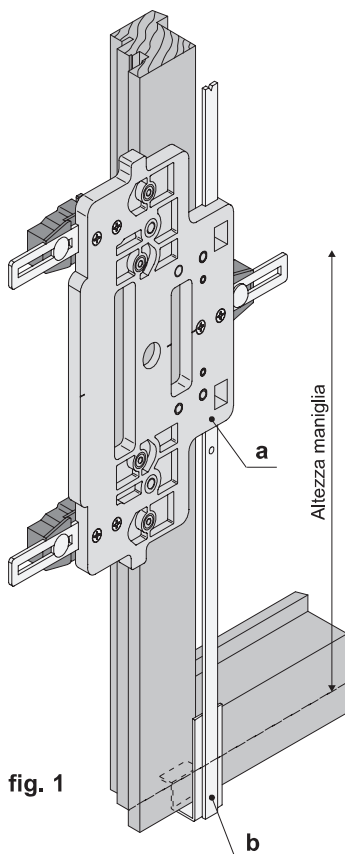

fig. 1
4) Appoggiare l'asta+dima (art. A20030.00.00+M02030.00.01) sul montante del battente scorrevole, controllando che il piedino alla base dell'asta di supporto, faccia riferimento alla battuta di alloggiamento ferramenta del traverso inferiore (fig. 1).